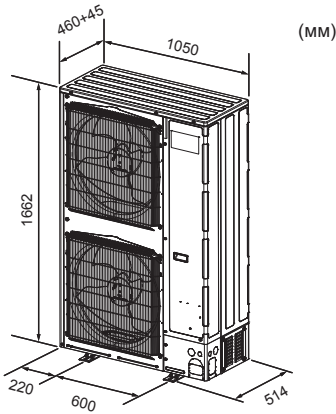

Fig. 2-1
2.2. Құрылым өлшемдері (сыртқы блок) (Fig. 2-1)